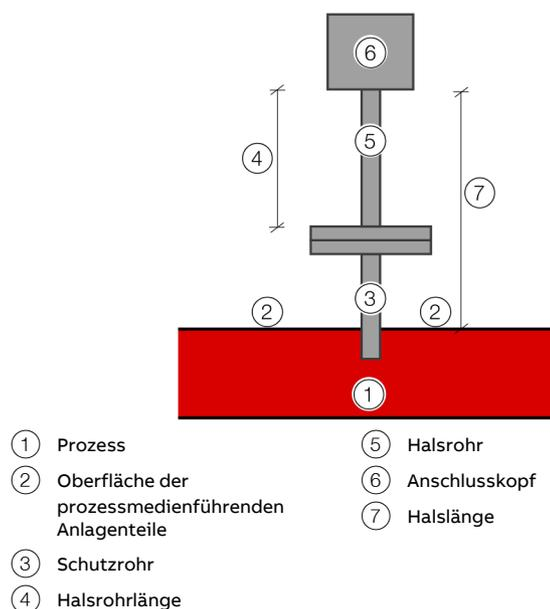

Abbildung 1: Definition der Halslänge
- (A) Temperaturerhöhung im Anschlusskopf °C (°F)
- (B) Halslänge mm (in)
- Oberflächentemperatur prozess-medienführender Anlagenteile °C (°F), siehe Abbildung 1 auf Seite 7**
- ① 25 (482)
- ② 75 (842)
- ③ 125 (1148)
- ④ 175 (1472)
- ② 45 (842)
- ③ 62 (1148)
- ④ 80 (1472)
- ① 250 (482)
- ② 450 (842)
- ③ 620 (1148)
- ④ 800 (1472)